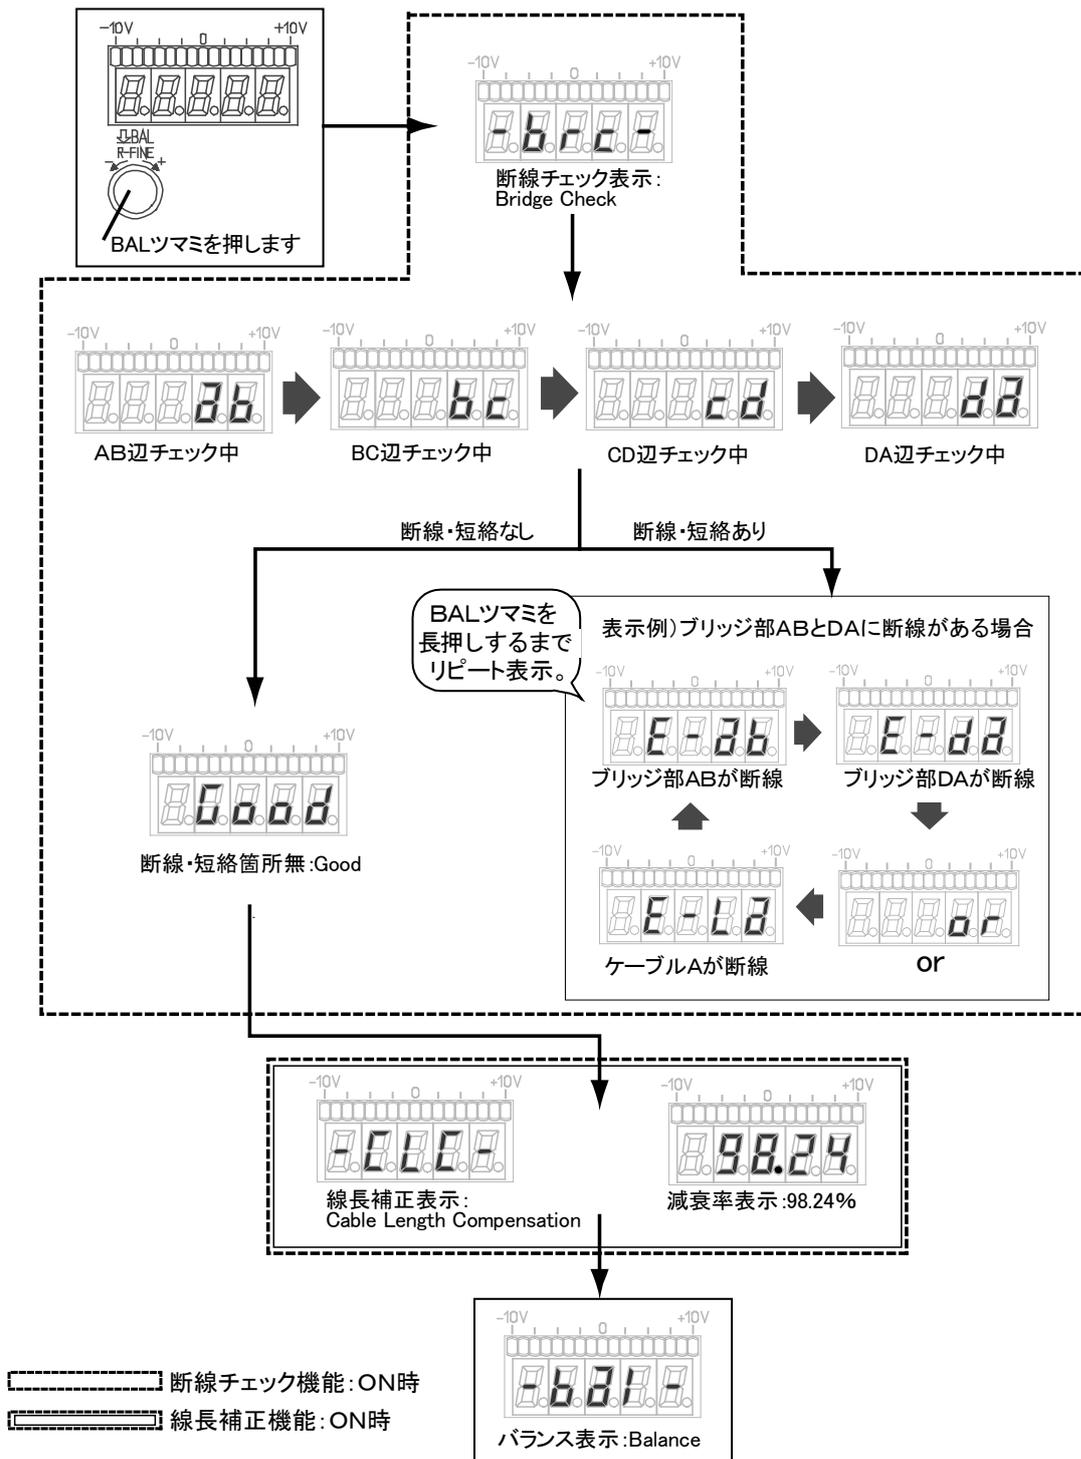

図 2-5 BAL 実行時の表示内容
mV→ $\mu\varepsilon$ 、 $\mu\varepsilon$ →mVに変更するには校正値設定ツマミ⑫(図2-5参照)を1秒以上、長押することにより変更します。(校正値LEDの単位表示が $\mu\varepsilon$ →mVに変更されます。)